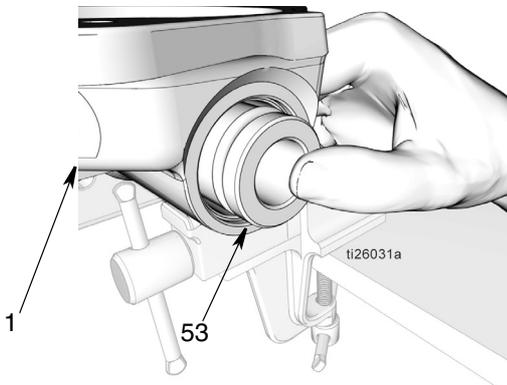

FIG. 45
- d. Appuyer avec les pouces pour insérer le manchon (53) dans la base de la pompe (1). Ensuite, à l'aide d'une tige tendre, enfoncer le manchon aussi loin que possible (FIG. 45).